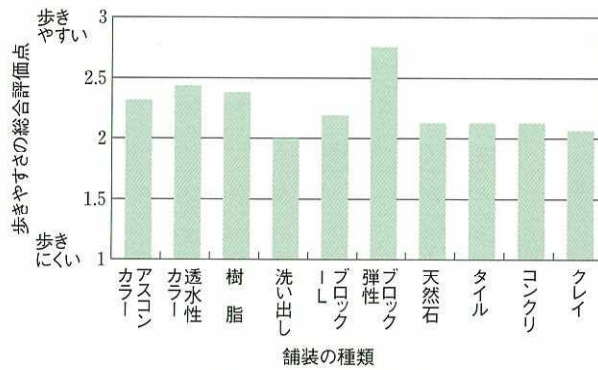

図3 各種舗装の歩きやすさの総合評価点
(1) 歩きやすい歩道舗装
歩道舗装に対して求められているのは、構造上の勾配や段差の緩和以外に前述のように舗装路面の①平坦性、②滑りにくさ、③水はけの良さを確保することである。この中で最も歩きやすさに影響を与えるのは、路面の平坦性である。一方、歩行者が歩きやすと感じている舗装は、アンケート調査の結果、図3に示すように弾性ブロック舗装や樹脂舗装のような混合物系の舗装のように弾性を有する舗装である。つまり、歩きやすい歩道舗装としては、平坦性があり、適度な硬さと摩擦(例えば、湿潤路面の静止摩擦係数が〇・三九以上)を有している舗装